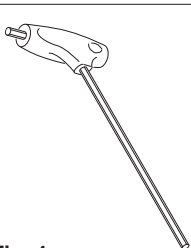

Fig. 4
- una chiave a brugola da 5 mm (Fig. 4 - solo per montaggio o rimozione dal telaio)
- a 5 mm Allen wrench (Fig. 4 - only for assembly or removal from the frame)
- ein 5 mm Inbusschlüssel (Abb. 4 - nur für Montage oder Demontage vom Rahmen)
- una llave allen de 5 mm (Fig. 4 - solo para el montaje o desmontaje del cuadro)
- een 5 mm imbussleutel (Fig. 4) (alleen voor (de)montage aan het frame)